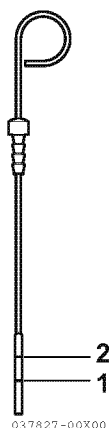

Figura 3
2. Vuelva a colocar la varilla indicadora (2, **Figura 3**).
3. Retire la varilla indicadora. El nivel del aceite debe ubicarse entre las líneas superior (2, **Figura 3**) e inferior (1, **Figura 3**) en la varilla indicadora.